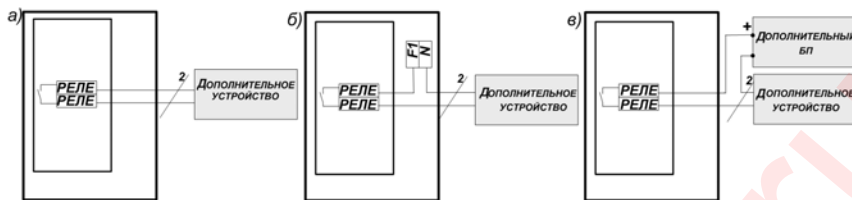

Рис.1
После восстановления состояния сработавшего датчика светодиод «ТРЕВОГА» будет прерывисто мигать (память сработки) до тех пор, пока не будет нажата кнопка «СБРОС/ТЕСТ» на лицевой панели (см. Приложение А Рис. 1).
- 2.1.1 Разметить и просверлить на монтируемой поверхности 4 крепежных отверстия диаметром 8мм в соответствии с Рис. 1 Приложения В.
Электрический монтаж рекомендуется выполнять согласно Рис.1 Приложения Б в приведенной ниже последовательности. При отсутствии указания полярности соблюдать ее не обязательно.
2.2.5 Подключить Дополнительное устройство (Внешнее табло). Варианты подключения дополнительных устройств к релейному выходу пульта «СИГНАЛ-3» приведены на рис. 1.